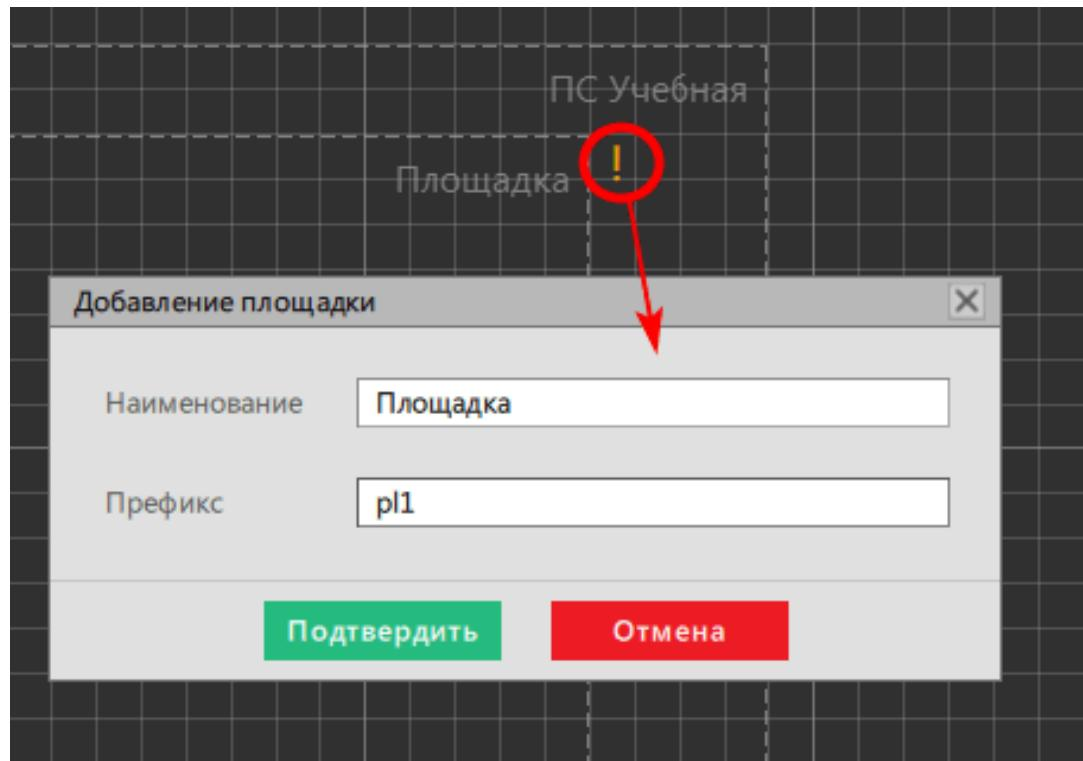

Рисунок 375 - Добавление площадки
5. Выделите область в редакторе внутри энергообъекта из п.3, нажмите на ! с зажатой клавишей Alt и задайте наименование и префикс площадки (Рисунок 375).